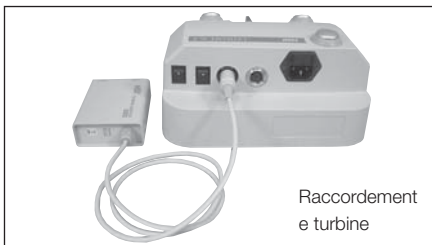

Fig. 3
(3) Mise en place de la turbine (option)
Insérer la fiche de l'adaptateur ③ de turbine dans son connecteur ⑫ situé sur la face arrière du boîtier de contrôle. (Fig. 3)